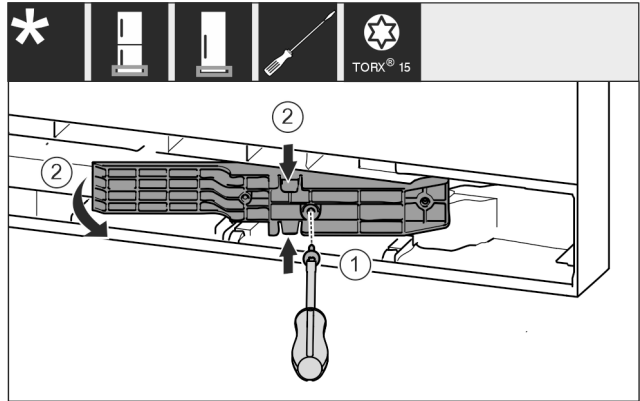

Fig. 18 *
- ▶ 用 T15 螺丝刀将螺钉松开。 Fig. 18 (1)*
- ▶ 拉出适配件。 Fig. 18 (2)*